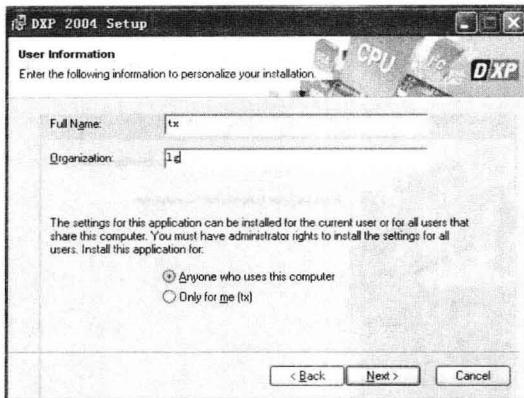
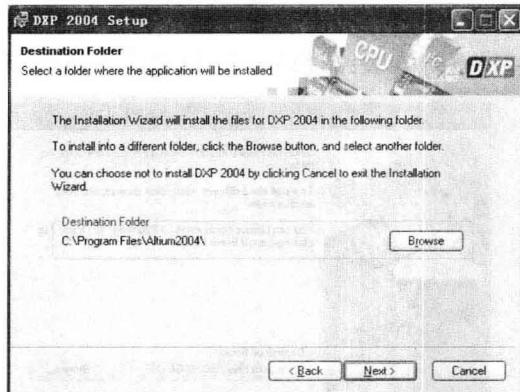

图 1-3 用户信息
图 1-4 安装路径
- [3] 在图 1-2 中出现的选择项中，默认的选项是“*I do not accept the license agreement*”，此时 **Next >** 按钮呈灰色，不能被选中，只有选中“*I accept the license agreement*”后，单击 **Next >** 按钮才能进入下一步安装，如图 1-3 所示。
- [4] 在图 1-3 的对话框中，在“Full Name”输入框中输入用户名，在“Organization”输入框中输入公司名称，单击 **Next >** 按钮进入下一步安装，出现如图 1-4 所示的安装界面。
- [5] 在图 1-4 中，选择将要安装的目录。系统默认的安装路径是“C:\Program Files\Altium2004”，正好符合本例要求，所以不用修改。
若安装目录不符合要求，可以单击 **Browse** 按钮选择其他路径进行安装，设定好新的安装目录后，单击 **OK** 按钮，仍返回图 1-4 所示的对话框。